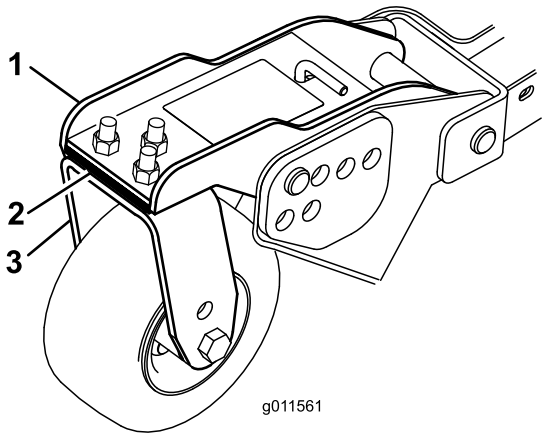

図 79
1. キャスタアームをキャストフォーク固定しているキャップスクリューとナットを外す図 79。